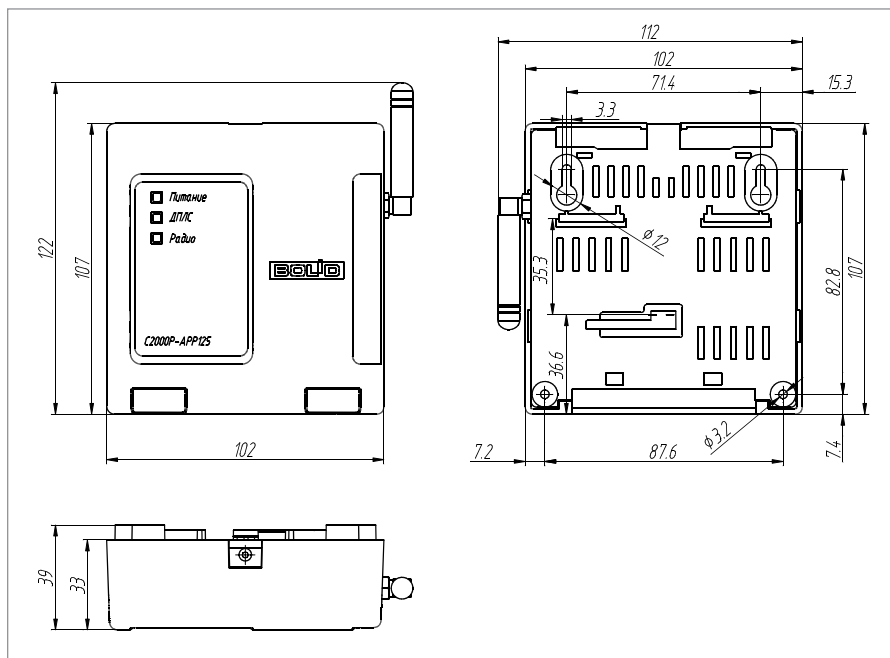

Рисунок 24. Внешний вид, габаритные и установочные прибора
- 2.1. Наметьте на стене места для трёх установочных отверстий (двух верхних, имеющих форму пазов для навешивания, и одного из нижних на выбор) в соответствии с габаритным чертежом (см. Рисунок 24).